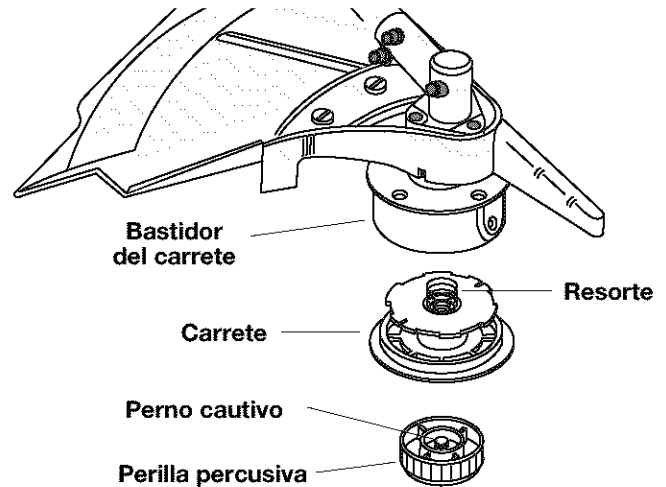

Fig. 29
1. Sostenga el bastidor del carrete con una mano y desenrosque la perilla percusiva en sentido horario (Fig. 29). Inspeccione el perno cautivo dentro de la perilla percusiva para verificar que se mueva con libertad. Cambie la perilla percusiva si está dañada.
2. Saque el carrete interior y el resorte (Fig. 29).
3. Sostenga el carrete en su lugar y atornille la cabeza percusiva en sentido antihorario nuevamente sobre el carrete (vea la Fig. 29).
2. Saque el carrete viejo del bastidor del carrete (Fig. 29).
3. Saque el resorte del carrete viejo (Fig. 29).